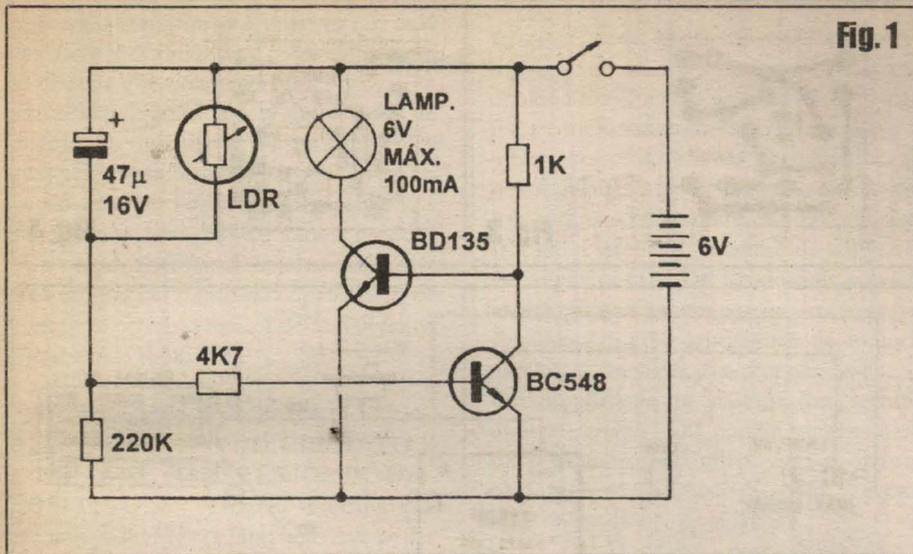

Fig. 1
- FIG. 1 - DIAGRAMA ESQUEMÁTICO DO CIRCUITO - O leitor/aluno mais observador (e que acompanhou com atenção todas as aulas anteriores do nosso curso...) notará - de imediato - uma certa semelhança no arranjo do circuito com os já vistos flip-flops ASTÁVEIS, organizados a partir de dois amplificadores monotransistorizados simétricos, em ligação cruzada (coletor de um dos transistores realimentando a base do outro, e vice-versa...). A semelhança, porém, não resiste a uma análise um pouco mais cuidadosa... Vejamos: temos no circuito dois transistores, um BC548 e um BD135, ambos NPN, sendo que o coletor do BC548 nitidamente realimenta a base do BD135, em conexão direta... Até aí, tudo nos conformes de um flip-flop "tradicional"... Acontece que não há realimentação aparente, em termos elétricos (seja de forma direta, seja via resistores/capacitores...) entre o coletor do BD135 e a base do BC548...! E, no entanto, o circuito... oscila! Expliquemos o fenômeno: assim como ocorre num flip-flop convencional, os dois transistores encontram-se interligados de modo que quando um deles se liga, o outro corta e vice-versa, não sendo possível que simultaneamente ambos fiquem ligados ou que ambos fiquem em corte... Quando a alimentação é ligada, o capacitor eletrolítico de 47u se carrega, com relativa lentidão, através do resistor de 220K... Nessa condição inicial, o transistor BC548 se mantém bloqueado, já que sua base (através do resistor de 4K7) vê polarização baixa, negativa (que corta transistores NPN, como é o caso...). Com isso, o BD135